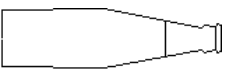

Figura 2
- Admitindo que foi atingido com sucesso o objetivo anterior, obtendo-se uma imagem como a da figura 2, pretende-se extrair o contorno exterior da garrafa, eliminando outras estruturas presentes na imagem. Explique sucintamente um algoritmo apropriado a esse objetivo.